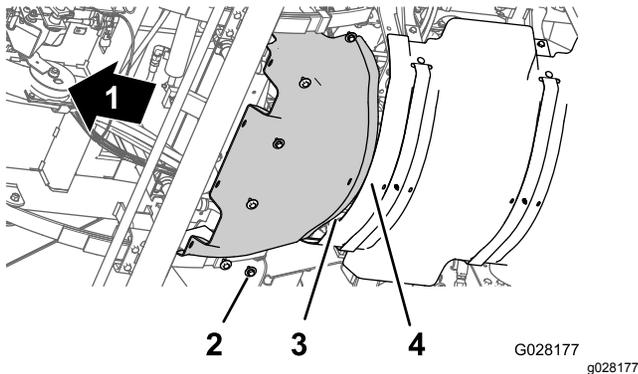

Рисунок 59
1. Расположите задний фланец переднего теплоизолирующего экрана над передним фланцем заднего теплоизолирующего экрана, выровняв их по краям (Рисунок 59).
2. Совместите отверстия в переднем теплоизолирующем экране с резьбовыми отверстиями в шасси (Рисунок 59).
3. Установите передний теплоизолирующий экран на машину с помощью 6 болтов с шестигранными головками и 6 шайб (Рисунок 59), снятых на этапе 3 раздела Демонтаж переднего теплоизолирующего экрана \(страница 57\).